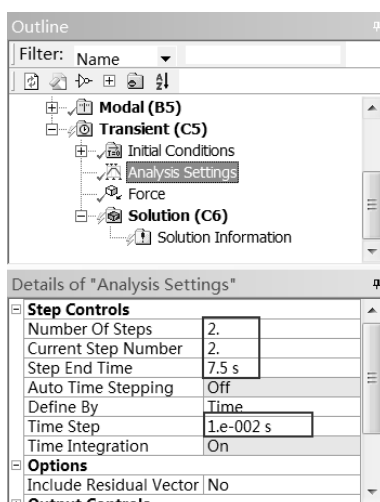

图 9-39 分析步二设定
Step5 :同样,如图 9-39 所示,在 Current Step Number 栏中输入 2,在 Step End Time 栏中输入 7.5s。